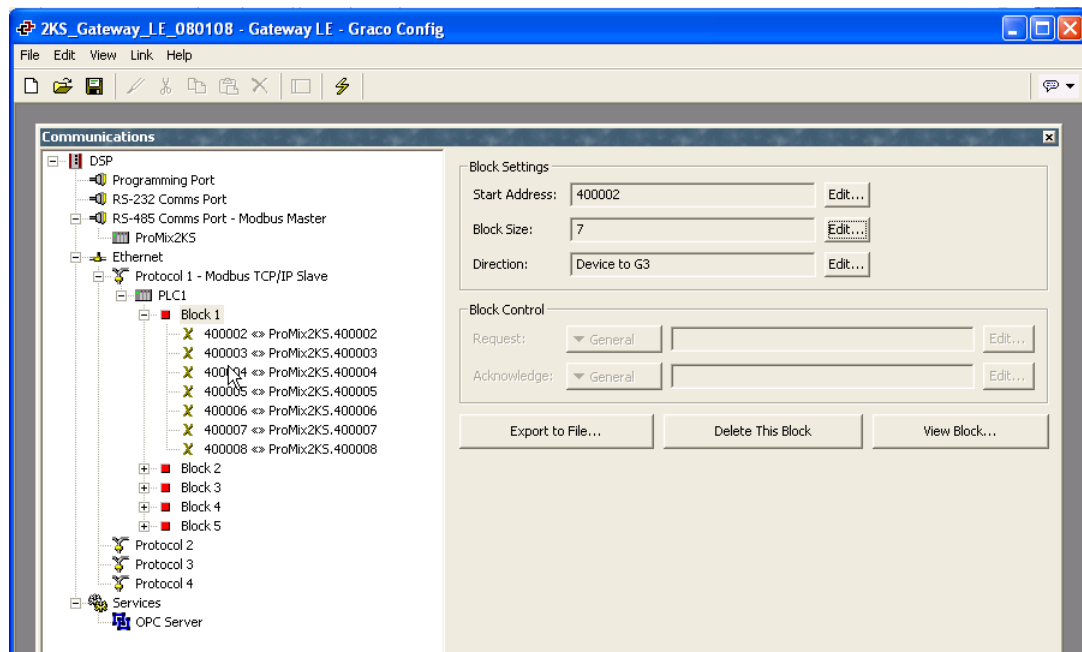

FIG.24: Dati di mappatura dei blocchi
4. Vedere la FIG.24. Fare clic su OK. L'intervallo degli indirizzi verrà visualizzato sotto il corretto Blocco, sul lato sinistro della finestra.